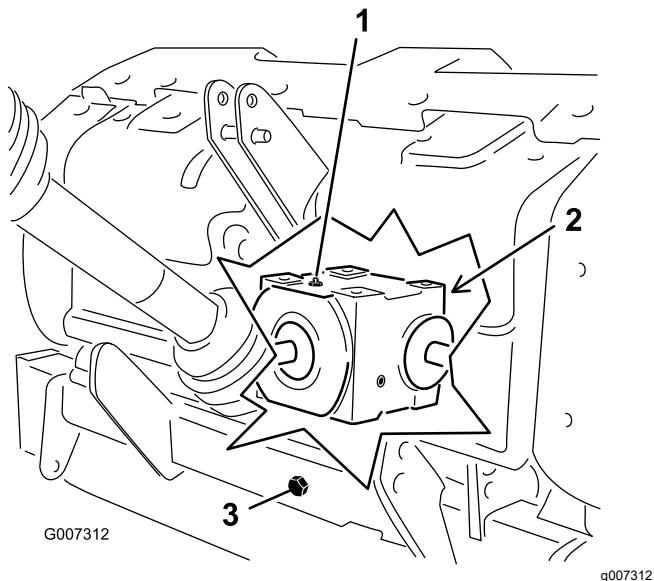

Figure 30
2. Enlevez le bouchon de contrôle du boîtier d'engrenages (Figure 30).
3. Vérifiez que le niveau d'huile atteint le bas de l'orifice du bouchon de contrôle dans le boîtier d'engrenages (Figure 30).
- Nettoyez le bouchon de remplissage et le bouchon de vidange pour éviter la contamination (Figure 30).